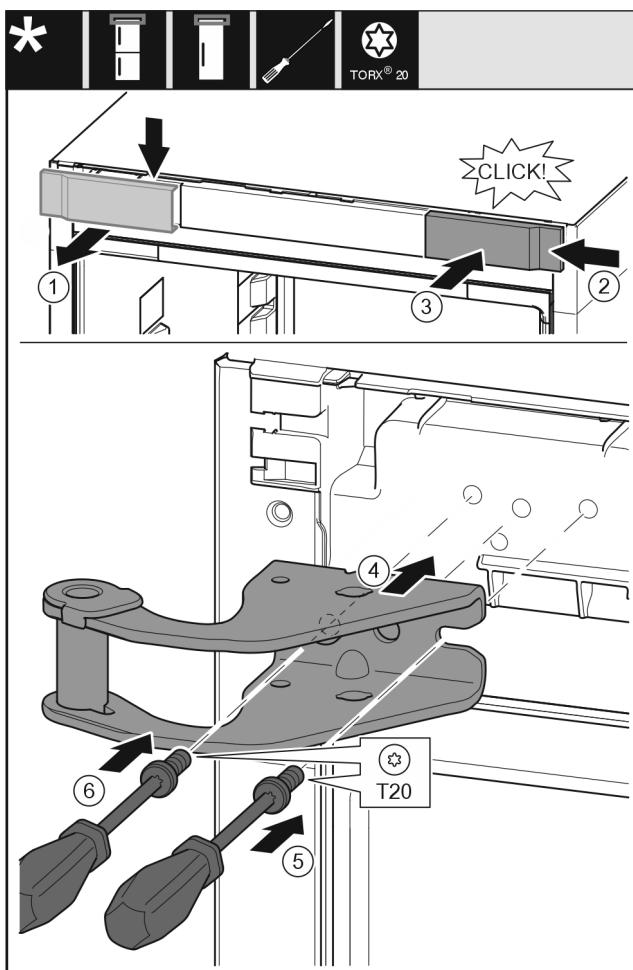

Fig. 13
- Abdeckung von oben nach vorne abnehmen. *Fig. 13 (1)*
- Abdeckung um 180° gedreht auf der anderen Seite von rechts einhängen. *Fig. 13 (2)*
- Abdeckung einrasten. *Fig. 13 (3)*
- Oberen Lagerbock ansetzen. *Fig. 13 (4)*
- Schraube mit Schraubendreher T20 ansetzen und festdrehen. *Fig. 13 (5)*
- Schraube mit Schraubendreher T20 einsetzen und festdrehen. *Fig. 13 (6)*